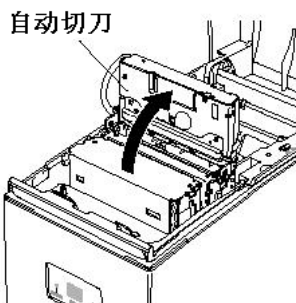

图5-9 打开切刀
③把自动切刀拿起竖直接图 5-9 所示方向。
- ③ 对自动切刀型，抬起切刀至垂直位置，如图 5-9 所示。